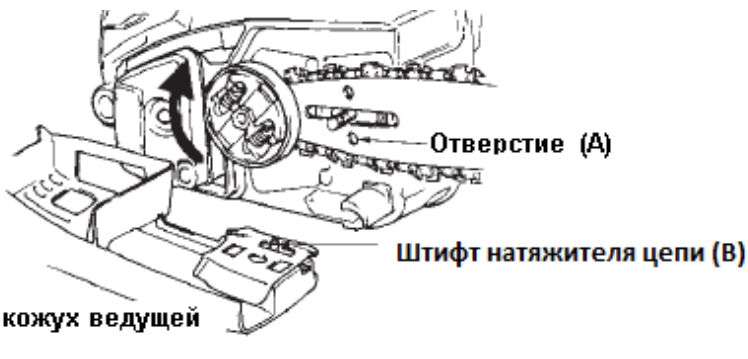

Рис.4
6. Выверните шину и наденьте ее на направляющий выступ со шпилькой (Рис.4).
7. Удерживая шину так, чтобы цепь лежала в ее пазу, наденьте крышку ведущей звездочки. Штифт натяжителя цепи (В) должен войти в отверстие «А» на шине (Рис.4).